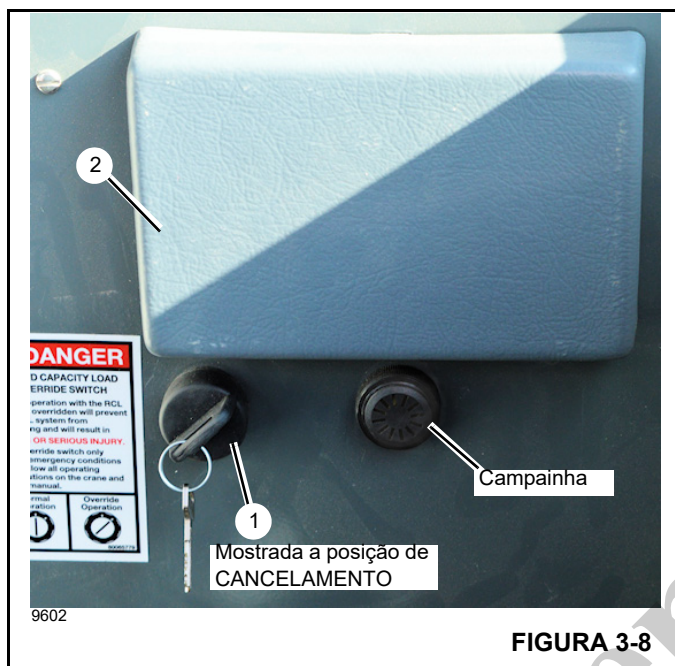

FIGURA 3-8
A chave de contorno do RCL (1, Figura 3-8) localizada atrás do assento da cabine, abaixo do painel de fusíveis e relés (2), é do tipo desliga/liga e cancela os controles sobrecarregados até que a chave seja girada para a posição DESLIGADA.